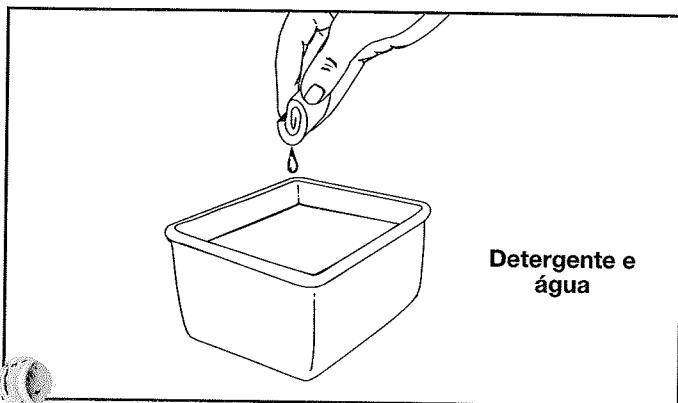

Fig. 25
3. Lave o filtro com detergente e água (Fig. 25). Passe cuidadosamente por água. Escorra-o e deixe-o secar totalmente.